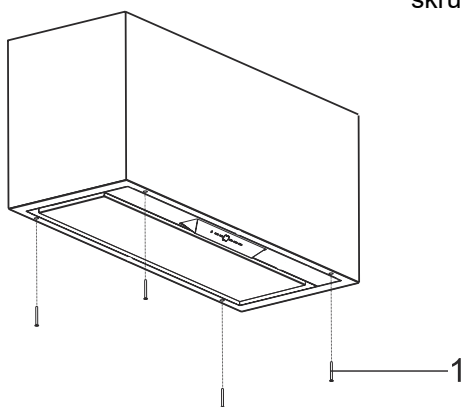

Fig. 10
4. ➤ Skjut nu upp fläkten i skåpet och montera fast den genom att skruva i skruvarna i de existerande hålen (Fig. 10).